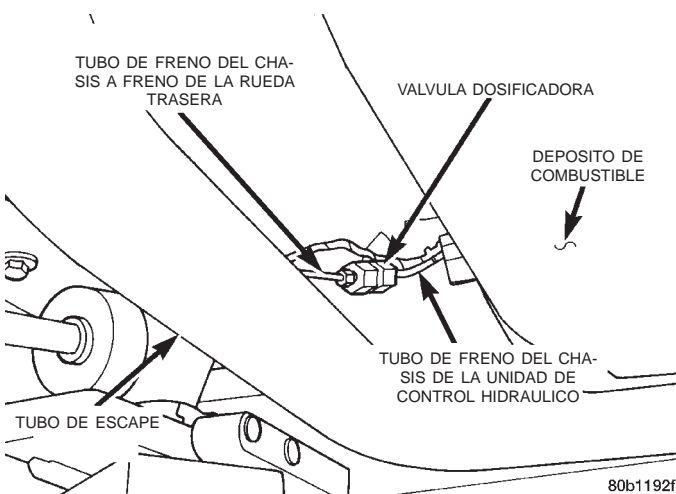

Fig. 29 Emplazamiento de la válvula dosificadora
Una válvula dosificadora controla el freno trasero derecho y la otra el freno trasero izquierdo (Fig. 29). Por lo tanto, es esencial una prueba del vehículo en carretera para determinar cuál de los frenos resbala primero. Una vez determinado esto, realice el siguiente procedimiento para diagnosticar la válvula dosificadora.
(2) Retire los tubos de freno (Fig. 29) de la válvula dosificadora que controla la rueda trasera del vehículo que presenta resbalamiento prematuro.
(9) Instale la válvula dosificadora en el tubo de freno del chasis (Fig. 29). Apriete la válvula dosificadora con una torsión de 17 N·m (145 lbs. pulg.).
(10) Purgue el tubo de freno afectado. Para informarse sobre el procedimiento de purga correcto, consulte Purga del sistema de frenos en la sección Ajustes de servicio del manual.